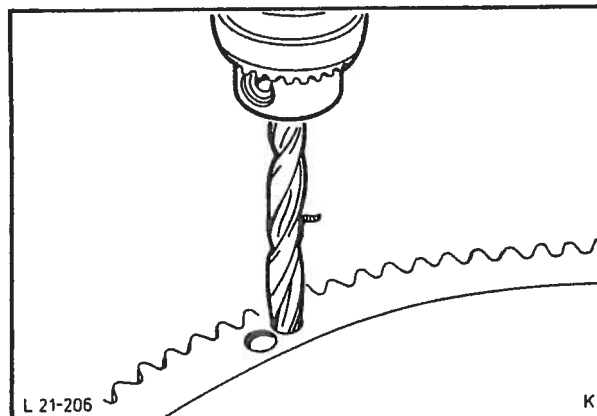

Fig. 161 Utboring av tannkrans.
1. Lag kjørnermerker på tannkransen og bor to hull 7 eller 8 mm i dia. som vist i fig. 161.